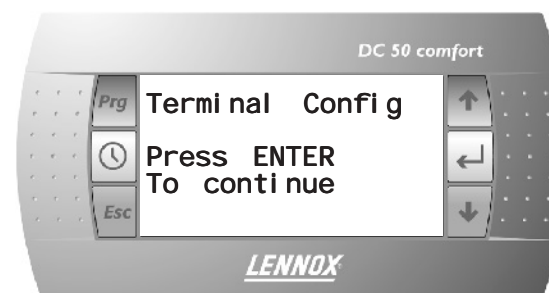

Fig. 31
- Se premir \leftarrow de novo, é apresentado o ecrã da **Fig 31**.